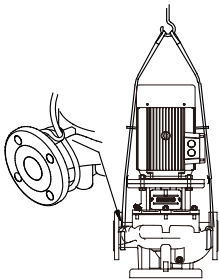

Fig. 2
②Насосы с подъемными проушинами следует поднимать с помощью нейлоновых ремней и скоб. Fig. 2